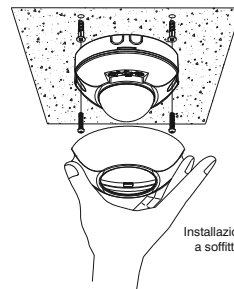

FIG. 5
- Dopo aver forato il soffitto, avvitare la base utilizzando tasselli di plastica e le viti in dotazione (FIG. 5).